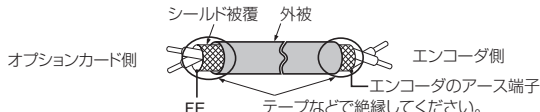

図6 シールド線の末端処理
4. 図6と図7を参考に電線の末端を処理してください。配線時の締め付けトルクについては、「電線サイズと締め付けトルク」(34ページ)を参照してください。すべての電線が確実に固定されているか、電線の被覆が端子台の挿入部にかみ込んでいないかを確認してください。また、はみ出した心線はすべて切断してください。
5. オプションカードの端子台とエンコーダを接続してください。配線については図6と図7を参照してください。また、接続図の詳細については、「接続図」(29ページ)を参照してください。端子の詳細については、「端子の機能」(36ページ)を参照してください。